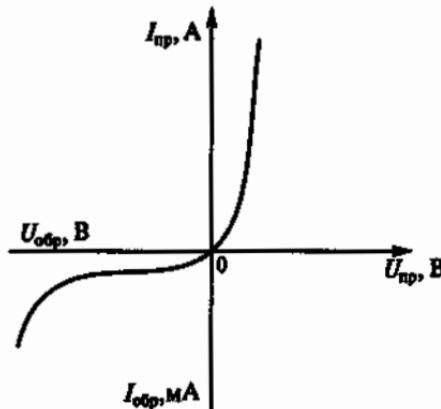

Рис. 182
7.11. Чем объясняется нелинейность вольт-амперной характеристики *p*—*n*-перехода (рис. 182)?